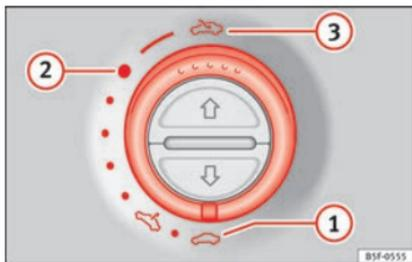

Fig. 11
- Abrir: gire el conmutador hacia la posición »» fig. 11 (3).
- Posición de confort: gire el conmutador hacia la posición »» fig. 11 (2).
- Cerrar: gire el conmutador hacia la posición »» fig. 11 (1).